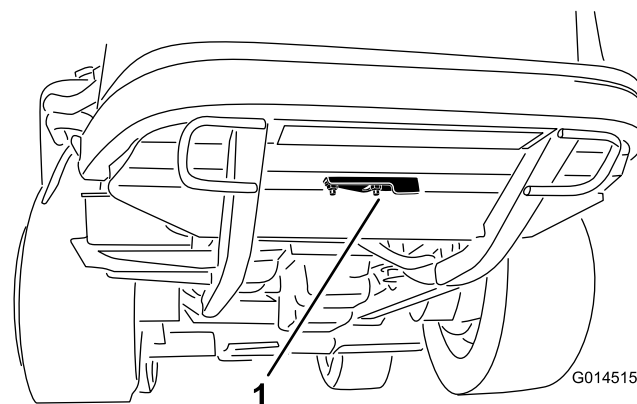

Figura 35
- Desaperte a porca flangeada que prende a cobertura à parte inferior da estrutura traseira (Figura 35). Rode a cobertura para o lado para expor o furo de limpeza no chassi.